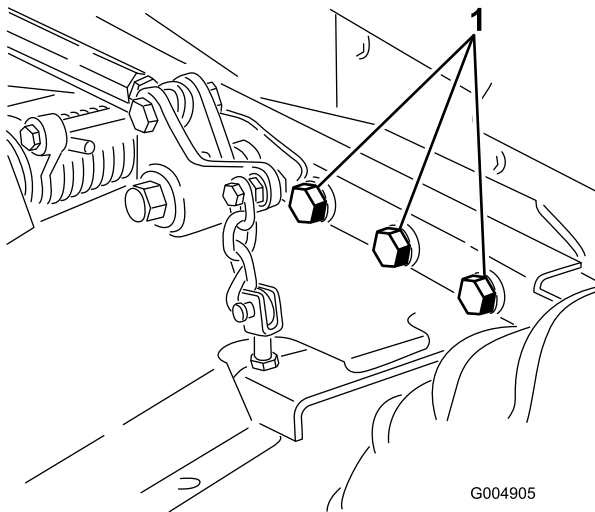

Bild 58
5. Prüfen Sie auf lockere Befestigungsteile und ziehen diese bei Bedarf fest. Ziehen Sie die sechs Schrauben, mit denen der Mähwerkrahmen an der Zugmaschine befestigt ist, bis auf 395 N·m an (Bild 58).